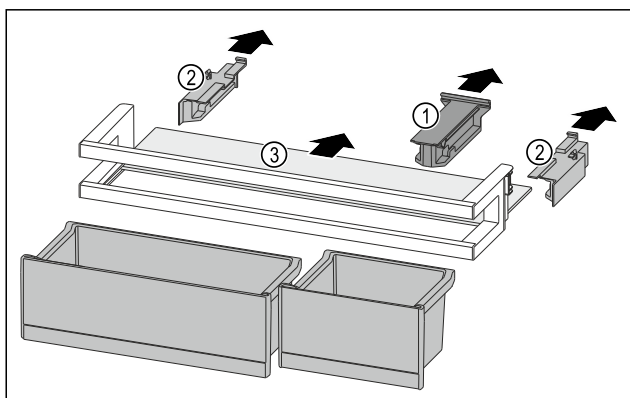

Fig. 202
- Skinite pridržni dio Fig. 202 (1).
- Skinite bočne dijelove Fig. 202 (2).
- Izvadite policu Fig. 202 (3).